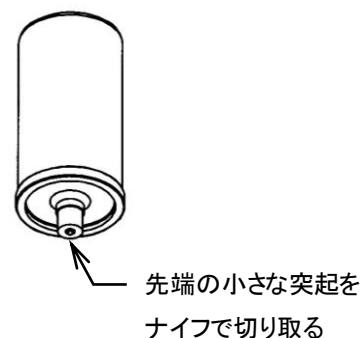

図 8-2
- ① 自動給油器は機械の附属品として 1 個同梱されています。
- ② 封印キャップ先端の小さな突起をよく切れるナイフで切り取ります。この時、封印キャップは外さないこと。(図 8-2)